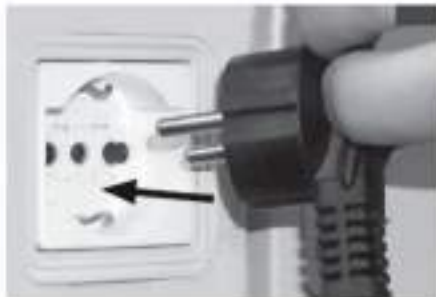

Рис. 9
2. Подключите вилку электрокабеля питания в соответствующую розетку, имеющую контакты заземления (рис. 9), предварительно проверив, что выключатель реле давления 2 (рис. 10, рис. 11) находится в положении выключено «О» (OFF).